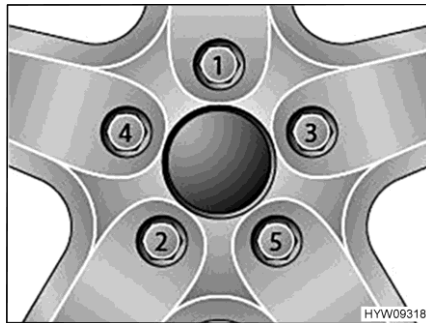

Fig. 150 Serrer en croix les écrous ou les boulons de roue
- Serrer les écrous ou les boulons de roue dans l'ordre indiqué à la Fig. 150. Utiliser pour ce faire une clé dynamométrique et respecter le couple de serrage prescrit (voir paragraphe 13.7.2).
- Vérifier régulièrement le serrage des écrous ou des boulons de roues. Resserrer tous les écrous ou les boulons de roue 50 km après le changement d'une roue. Respecter l'ordre indiqué à la Fig. 150.
- Si des jantes neuves ou repeintes sont utilisées, alors resserrer les écrous ou les boulons de roue une fois de plus après env. 1000 à 5000 km. Respecter l'ordre indiqué à la Fig. 150.
- ▷ Serrer en croix les écrous ou les boulons de roue (Fig. 150).